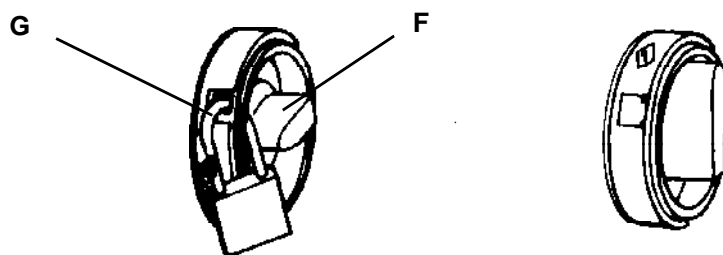

fig. 34
- Turn the switch disconnecter to the "0" position (**fig. 34/F**).
- Padlock into position (**fig. 34/G**) prohibiting it from being switched back on.
- Colocar el interruptor seccionador en posición "0" (**fig.34/F**).
- Colocar un candado en el orificio (**fig. 34/G**) para evitar la manipulación del interruptor seccionador por otras personas.
- Placer l'interrupteur sectionneur à la position "0" (**fig. 34/F**).
- Placer un cadenas dans l'orifice (**fig. 34/G**) pour éviter la manipulation de l'interrupteur sectionneur par d'autres personnes.